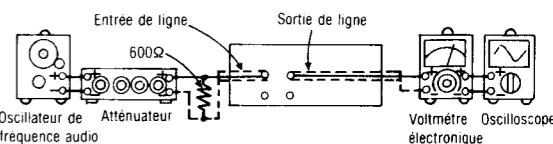

Fig. 7
- Le raccordement de l'équipement d'essai est montré à la Fig. 7.
- Si elle n'est pas en deçà de la normale, régler VR101 (canal de gauche) [VR102 (canal de droite)] et répéter les étapes (2), (3) et (4) jusqu'à ce que la puissance de sortie soit en deçà de la normale.